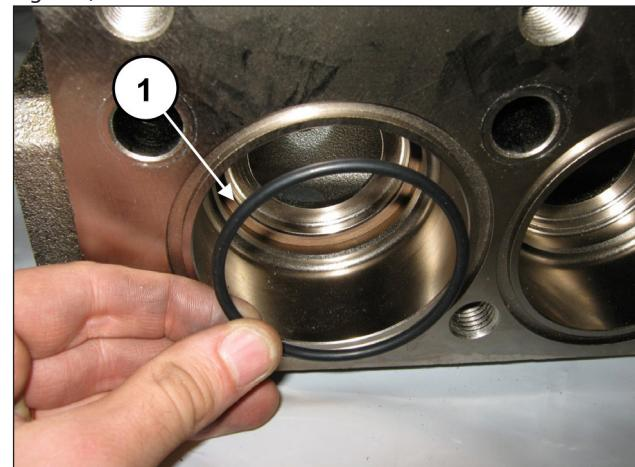

Fig. 150
Introducir la junta tórica, pos. dibujo desglosado 7 (pos. ①, Fig. 150).